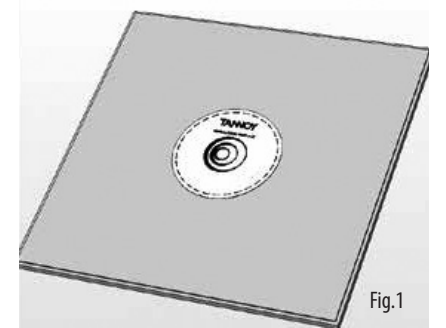

Fig.1
1. 从框架上取下天花板瓷砖并将其放在平坦的表面上。通过在提供的模板周围进行跟踪来标记天花板瓷砖上的切口区域。(图1)